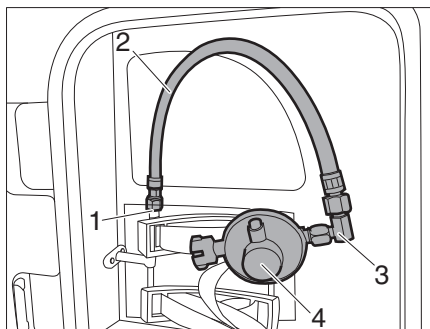

Figure 33 Flexible de gaz avec régulateur de pression de gaz
- Visser le coude (Figure 33,3) au flexible de gaz (Figure 33,2).
- Visser le régulateur de pression de gaz (Figure 33,4) sur le coude.
- Visser le flexible de gaz (Figure 33,2) avec le régulateur de pression de gaz au raccord (Figure 33,1).